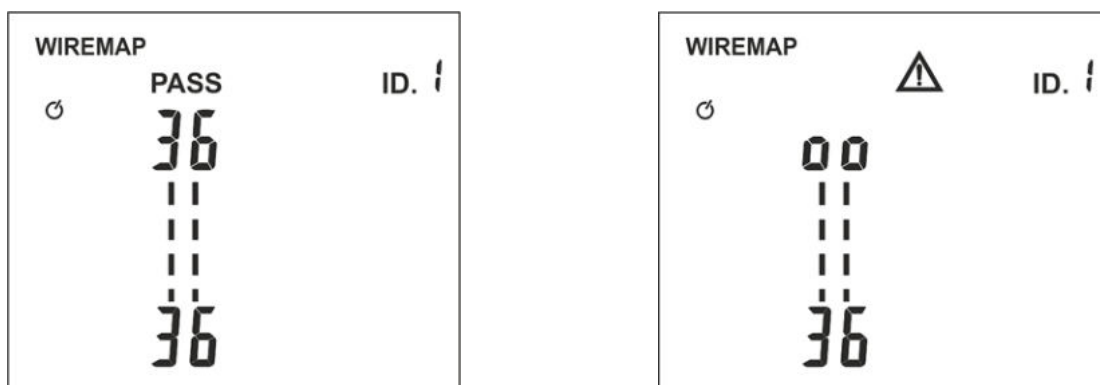

Fig. 13: Visualizzazione test su cavo COAX con connettore F
4. Premere il tasto **TEST**/. Lo strumento esegue il test fornendo il messaggio **"PASS"** per test corretto (vedere Fig. 13 – parte sinistra) o il simbolo oltre alle coppie lampeggianti in caso di cavo interrotto (vedere Fig. 13 – parte destra)